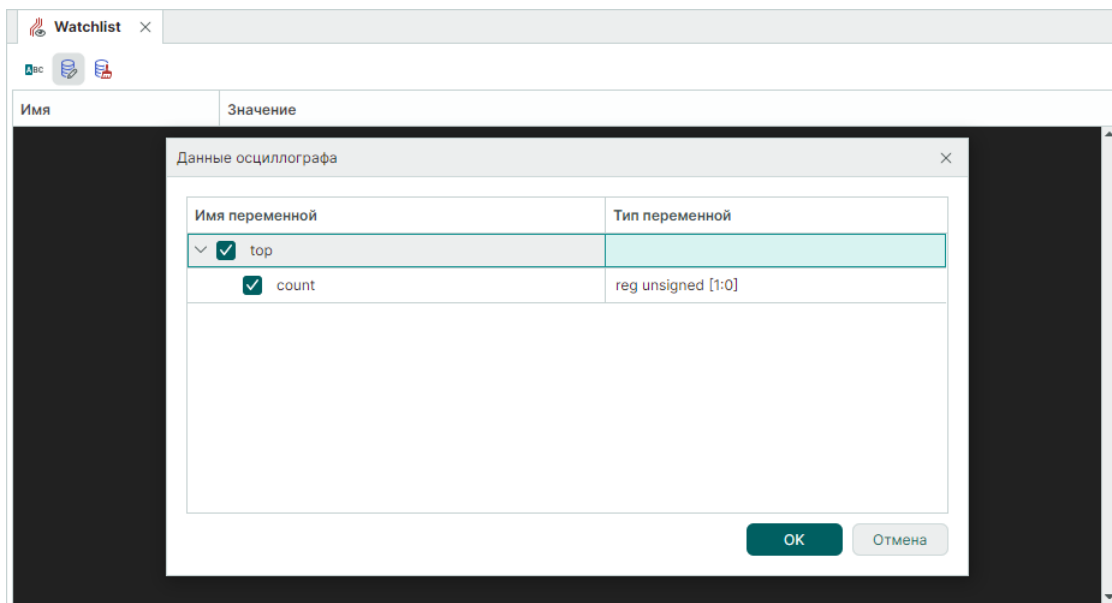

Рис. 48 Выбор данных
2. В открывшемся окне выберите данные путем установки флага рядом с данными, которые необходимо обработать и отобразить, см. Рис. 48. Нажмите «ОК».